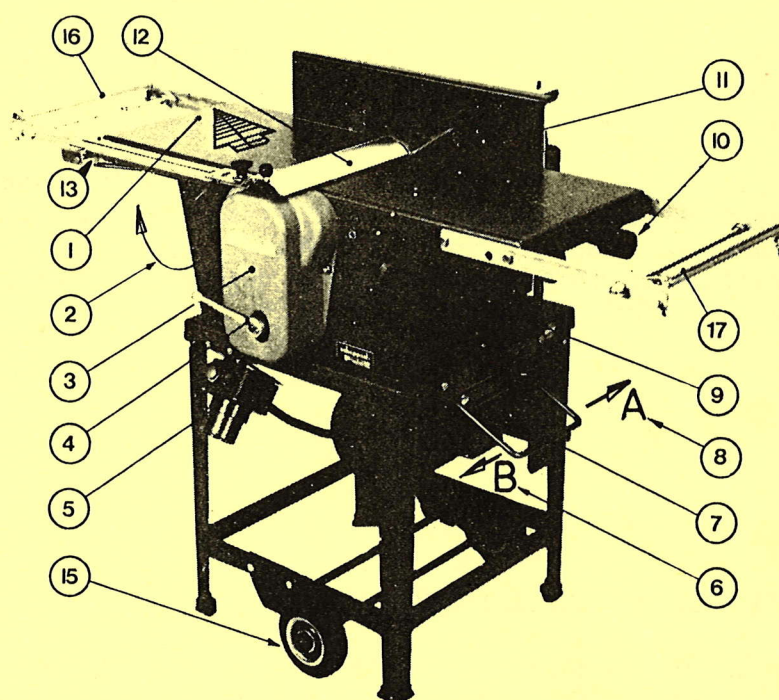

Fig 1
- 3.0.0 Inställning för rikthyvling (Fig. 1)
- 3.0.0 INSTÄLLNING FÖR RIKTHYVLING - Fig. 1
- 3.5.0 Vid rikthyvling ställs spåntjockleken in med handratten (10) (Fig. 1) på det justerbara riktbordet. Inställningen kan göras steglöst från 0 till 3,5 mm och avläses på en skala som är monterad på stativets sidovägg.